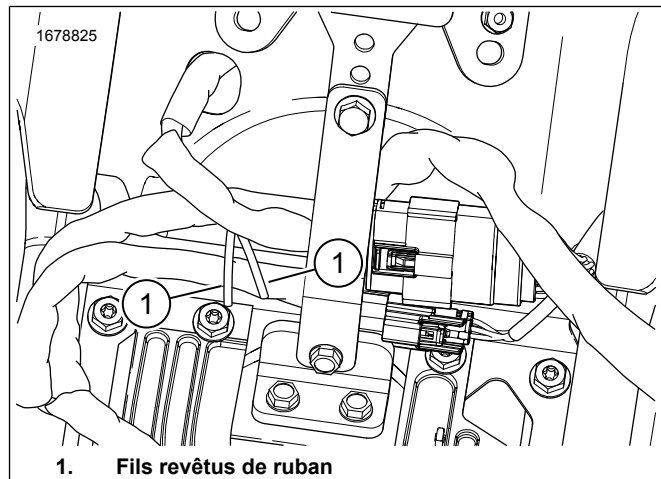

Figure 4. Fils de boîtier de batterie
1. Voir la figure 4. Localiser les fils blancs/roses et blancs/marron revêtus de ruban dans la zone du boîtier de batterie. Retirer le ruban des fils.